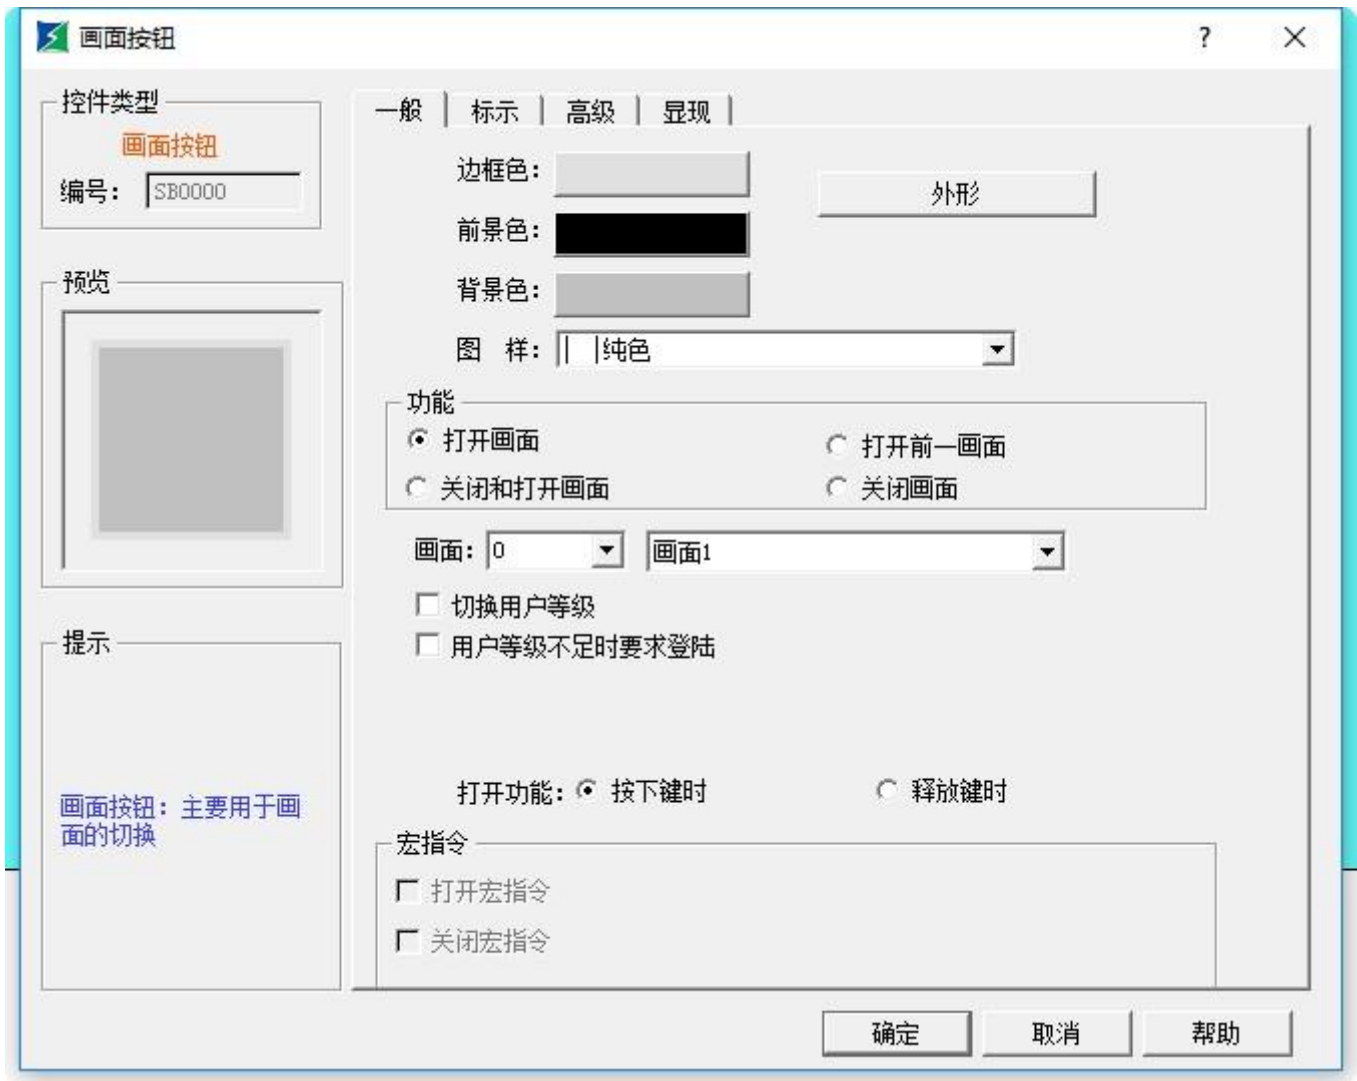

图 4-80 画面按钮对话框
- 点击工具栏上的画面按钮图标，即可弹出如图 4-80 所示的对话框：